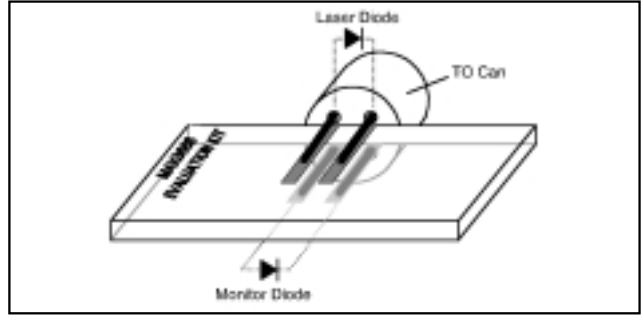

図1. MAX3668EVキットへのレーザダイオード/モニタダイオードの装着
- 2) TO式ヘッダレーザ及びモニタダイオード(図1)を下記の方法で接続します。